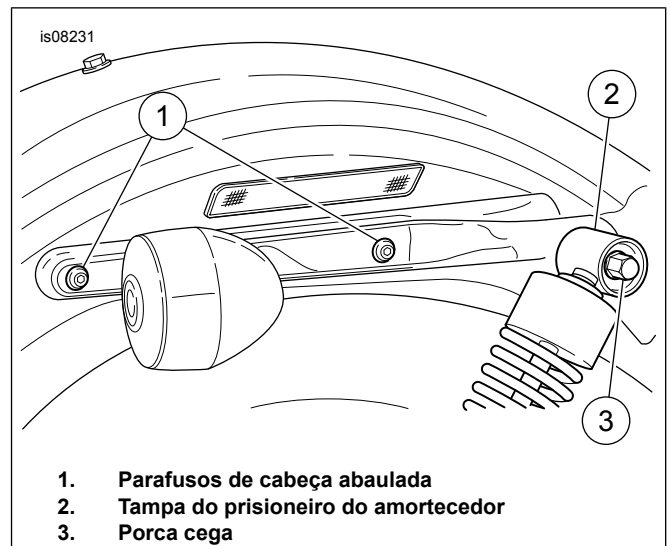

Figura 4. Suporte do para-lama traseiro
4. Veja Figura 4. Remova os parafusos de cabeça abaulada e as porcas de travamento que fixam a tampa do suporte do para-lama na estrutura. Guarde as ferragens para a reinstalação posterior.